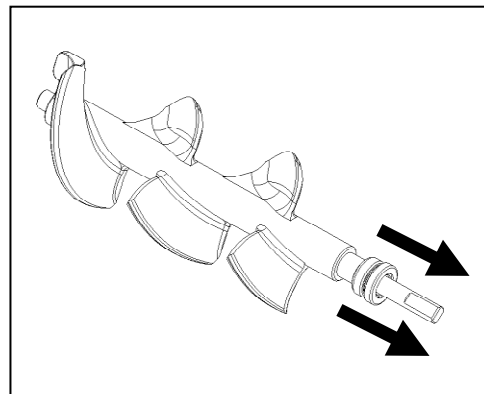
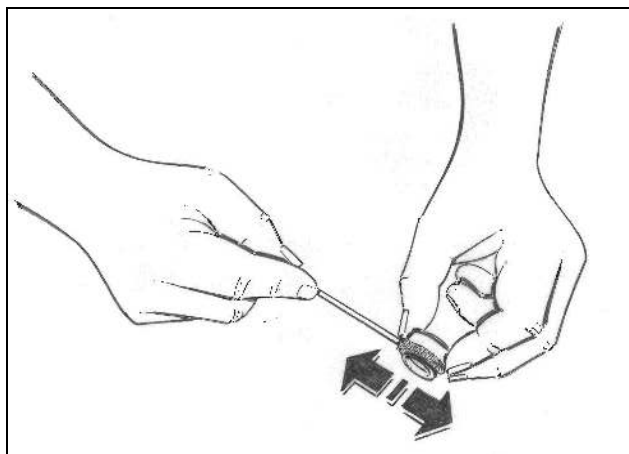

Fig. 22
Fig. 23
- Rimuovere la tenuta posteriore (fig.22) e pulirla accuratamente con lo scovolino in dotazione in modo da rimuovere tutti i residui di cibo eventualmente presenti (fig.23).